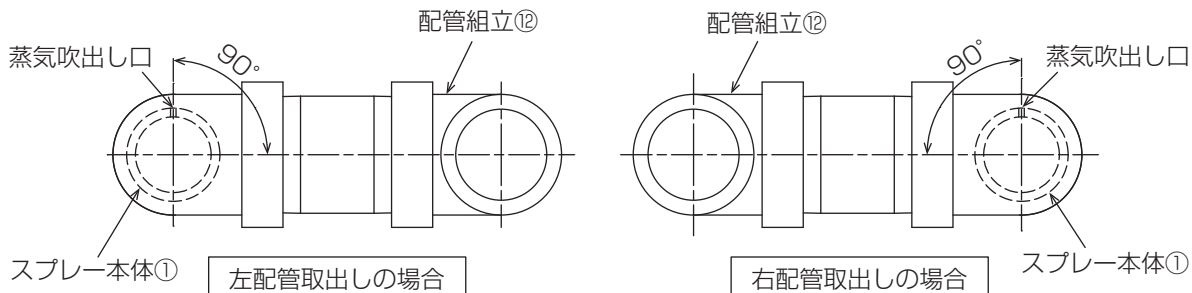

図 2
- ※ 配管取出しの方向を確認してから、配管組立⑫を取付けてください。
- ※ 配管組立⑫はスプレー本体の蒸気吹出口を基準に 90° となるように取付けてください。・・・図 2